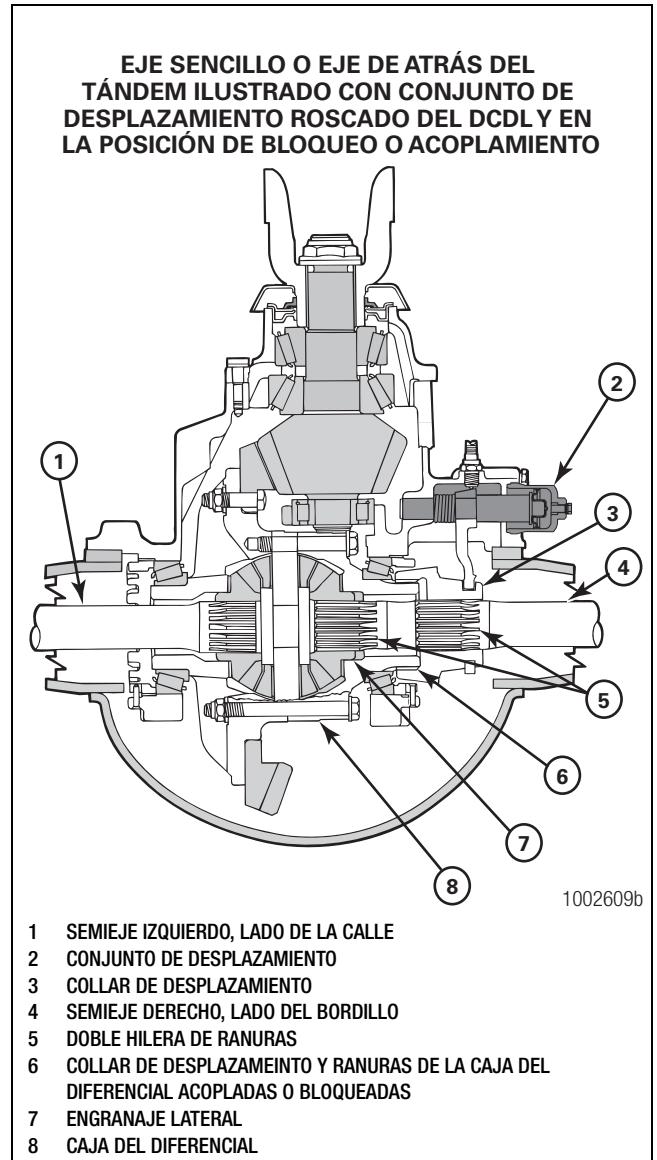

Figura 11.5
5. Instale el(los) semieje(s) indicado(s) en la Tabla AH. Los semiejes con DCDL tienen una doble hilera de ranuras que se acoplan con las ranuras del engranaje lateral y las del collar de desplazamiento en la caja del diferencial. Figura 11.5. Continúe con el Paso 6.